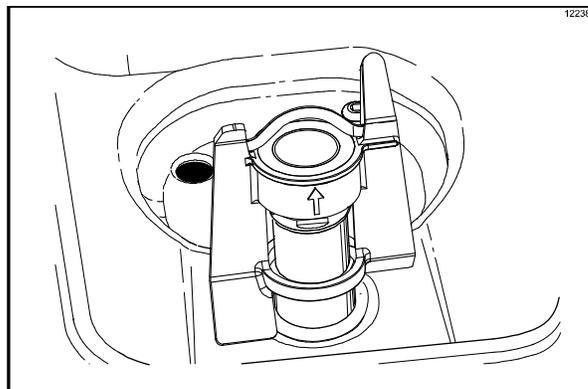

图 161
16. 将搅拌头安装到搅拌头传动轴承套上。（见图 161。）